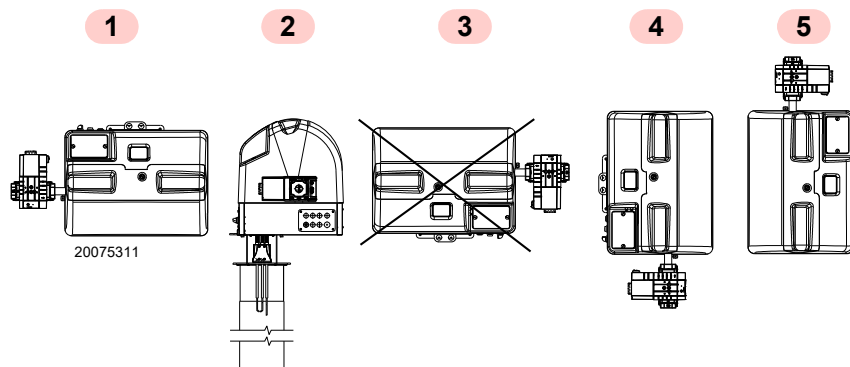

Fig. 18
- Le brûleur est exclusivement prévu pour fonctionner dans les positions **1, 2, 4 et 5** (Fig. 18).
- Toutes les positions nécessitent l'installation de la vanne gaz avec les bobines orientées vers le haut ou horizontalement (Fig. 18).